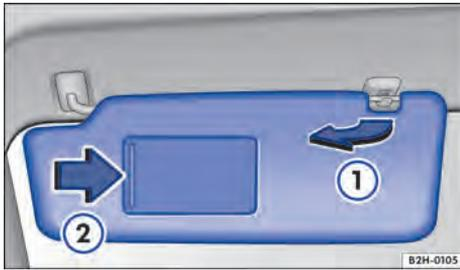

Fig. 83 En la parte delantera del revestimiento interior del techo: parasol.
- Se pueden extraer del soporte y girar hacia las puertas → Fig. 83 ①.
Para abrir la tapa, desplácela en el sentido de la flecha → Fig. 83 ②.